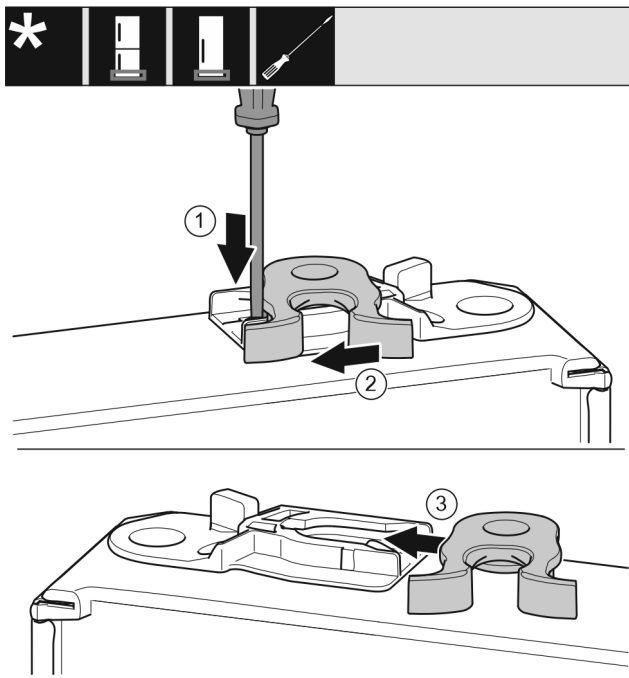

Fig. 20
- 用带槽螺丝刀向下按住接片 Fig. 20 (1)。
- 将锁钩 Fig. 20 (2)从导向装置拉出。
- 将另一侧的锁钩 Fig. 20 (3)推入导向装置。